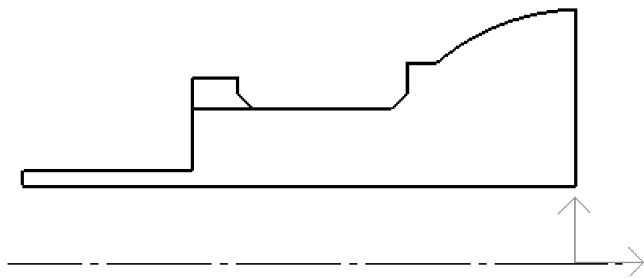

图 8-41 绘制内轮廓毛坯
(1) 内轮廓毛坯建模 根据零件的加工要求，设置零件毛坯尺寸。毛坯尺寸内孔为 $\phi 11\text{mm}$ ，端面手动加工不预留余量。设置后的毛坯如图 8-41 所示。